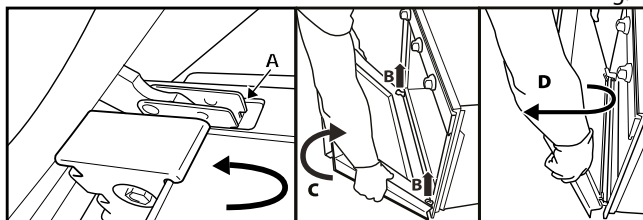

Fig. 2
3. Luk lågen helt til (A), løft den (B), og drej den (C), til den frigøres (D) (fig. 2).